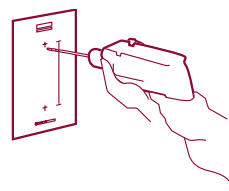

Fig. 4
- Collez le plan de perçage sur le mur et, à l'aide d'une perceuse avec mèche béton de 5 mm, percez aux points indiqués sur le gabarit. (fig. 4)